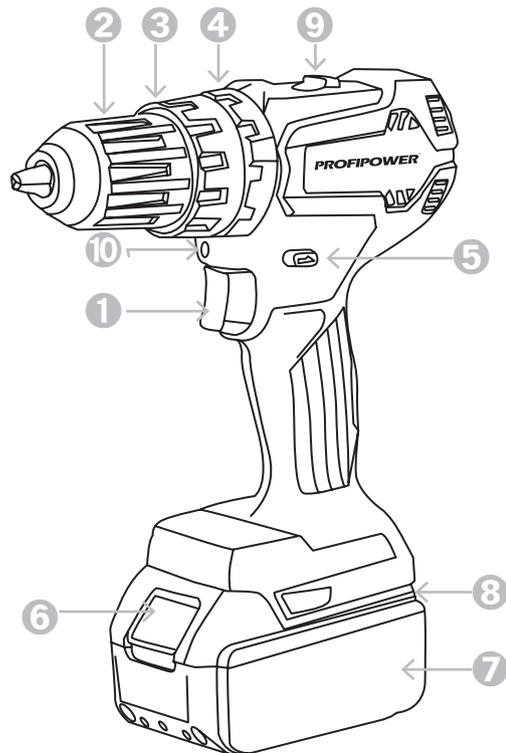

Рисунок 1.1. Устройство инструмента
**ВНИМАНИЕ!** Перед установкой аккумуляторного блока в инструмент обязательно убедитесь, что его триггерный выключатель «1» (рисунок 1.1) нормально работает и возвращается в положение (ВЫКЛ.) при отпускании.
1 Для включения электроинструмента нажмите триггерный выключатель «1» (рисунок 1.1.) и держите его нажатым.
Нажмите на триггерный выключатель «1» (рисунок 1.1.) для включения лампы «8» (рисунок 1.1.). Лампа «8» (рисунок 1.1.) будет светиться пока выключатель будет